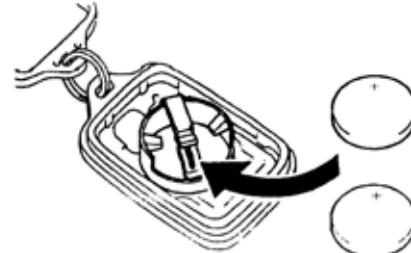

图 9-204
(3) 如图 9-204 所示，装入 2 粒新电池(锂电池)，正极(+)朝上。